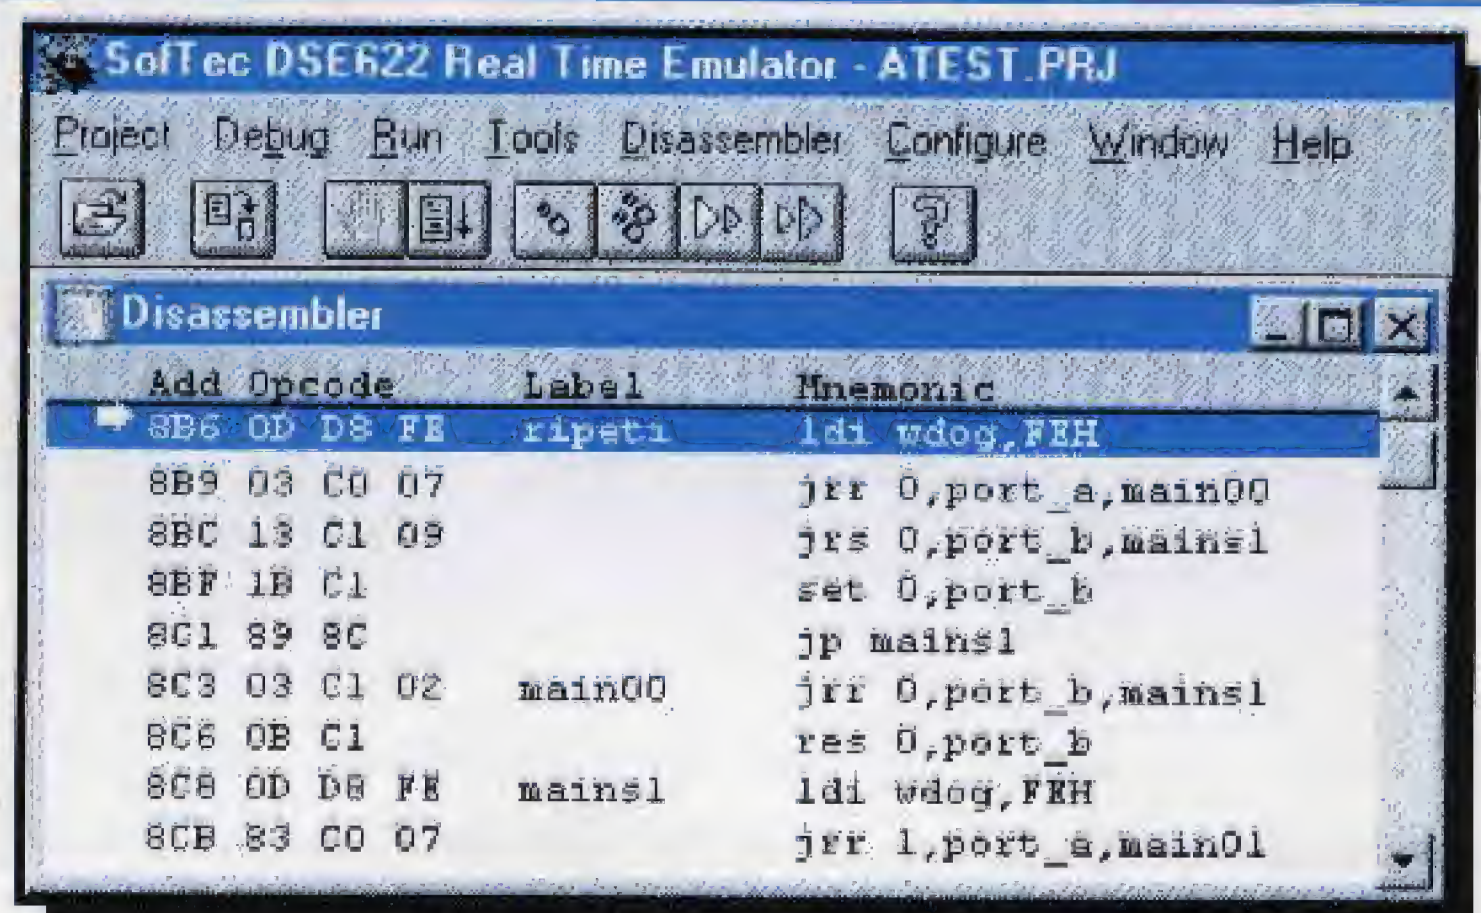

Fig.85 Il programma è fermo su "ripeti".
- Ponete il cursore su **ripeti** e cliccate, poi cliccate su **OK** e vedrete apparire la finestra di fig.85. Noterete che la prima riga in alto è ferma sull'etichetta **ripeti**.
Per uscire cliccate su **OK** e nella successiva maschera cliccate nuovamente su **OK**: apparirà così la maschera di fig.85.
Per verificarlo dovreste sempre far ripartire il programma dell'etichetta **ripeti** (vedi fig.85).